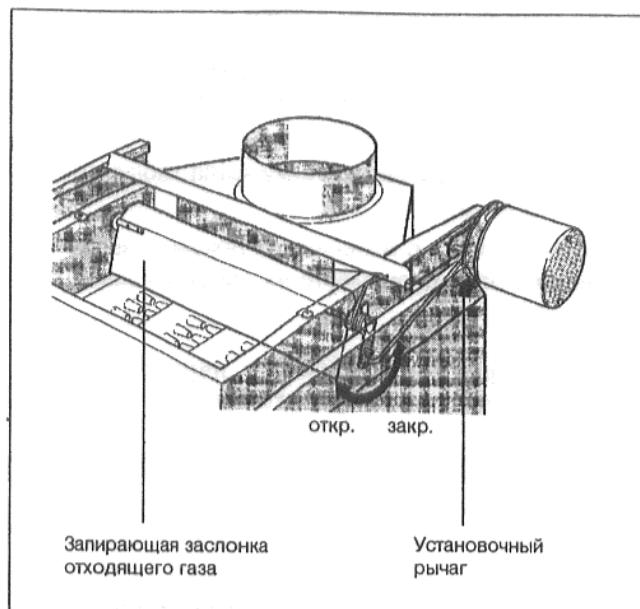

Рис. 33: Запирающая заслонка отходящего газа
- При затребовании отопления запирающая заслонка отходящего газа должна переходить в положение "ОТКР". Необходимо проверить это путем задействия установочного рычага (Рис. 33). Только после достижения положения "ОТКР" должно происходить включение горелки.